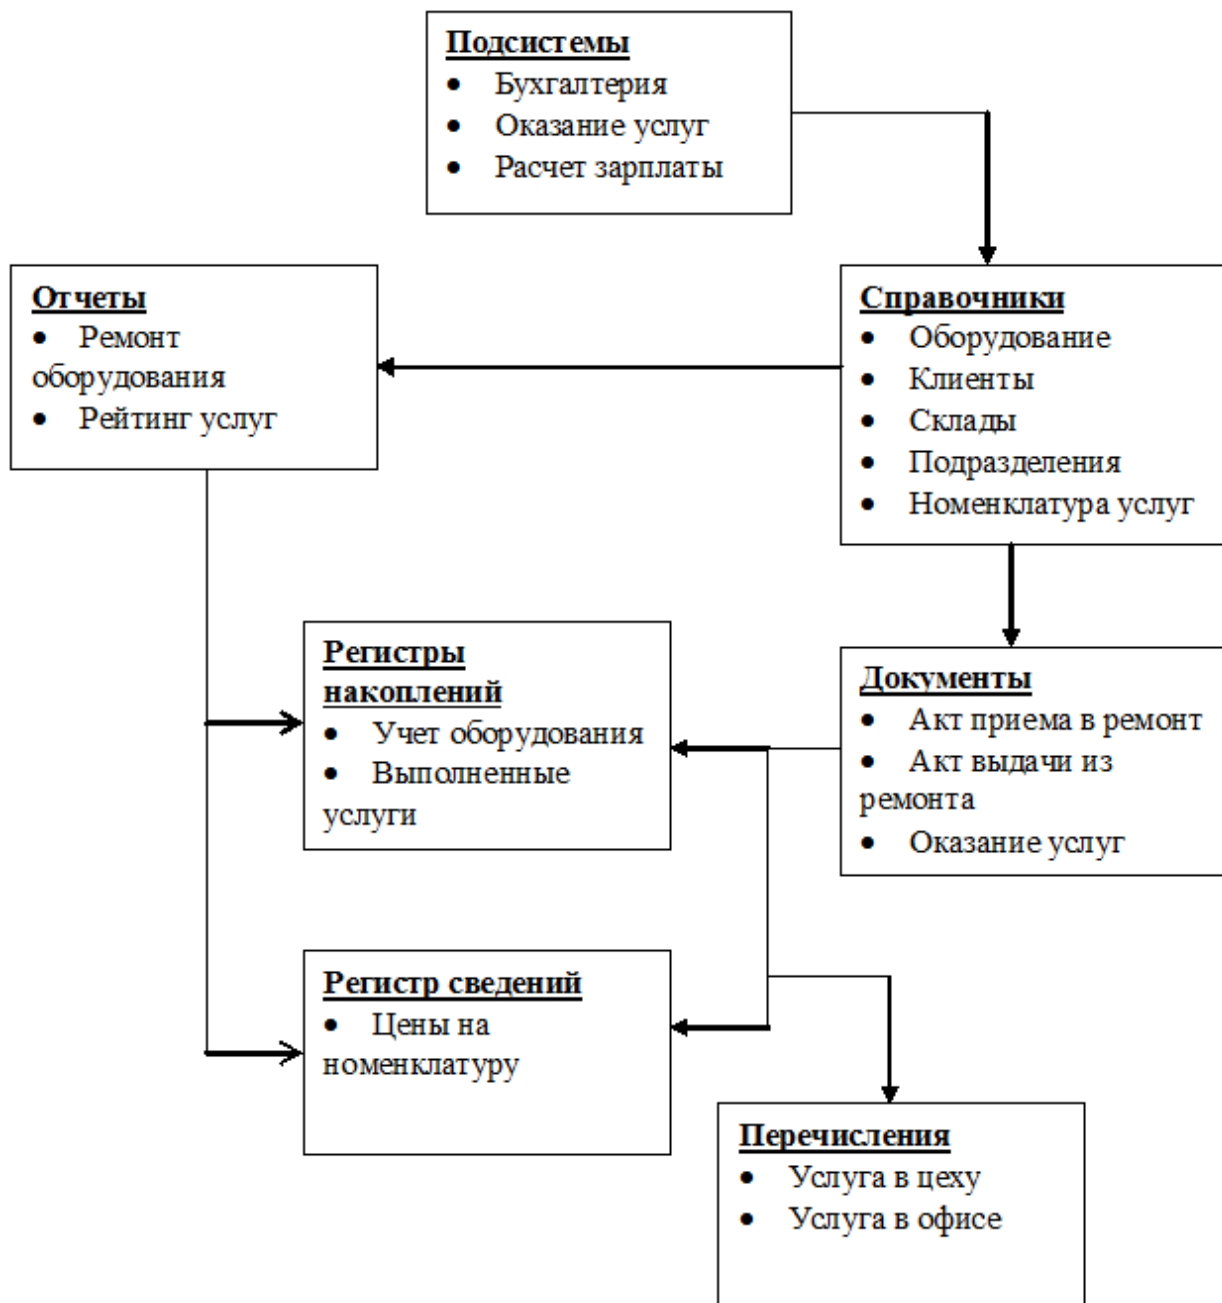

Рисунок 148 Примерная схема конфигурации
15. На примере имеющейся схемы (рис. 148) представьте возможную схему конфигурации программного продукта «1С:Управление небольшой фирмой 8».